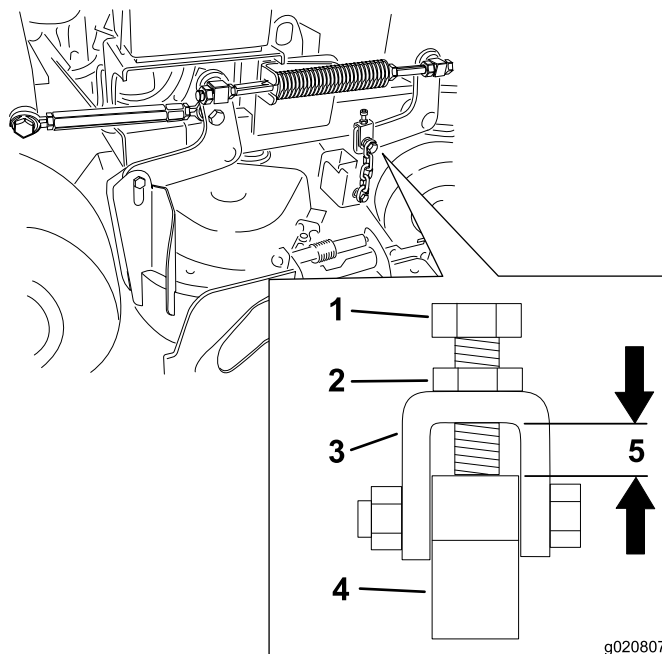

Figure 82
10. Contrôlez la distance entre la chape et le bras de support du plateau sur chaque chape. L'écart doit être de 11 mm (7/16 po). Voir Figure 82.
12. Desserrez l'écrou de blocage et ajustez le boulon de réglage de sorte à obtenir la distance correcte, indiquée à la Figure 82.